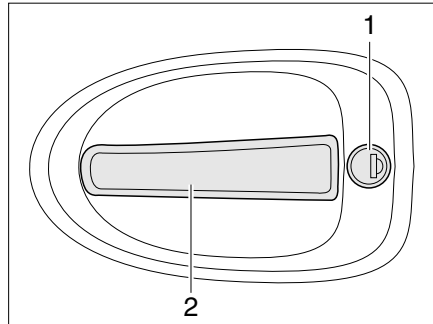

Bild 33 Türschloss Eingangstür, außen
- Schlüssel in Schließzylinder (Bild 33,1) stecken und drehen, bis das Türschloss entriegelt ist.
- Am Türgriff (Bild 33,2) ziehen. Die Tür ist geöffnet.
- Schlüssel in Schließzylinder (Bild 33,1) stecken und drehen, bis das Türschloss verriegelt ist.